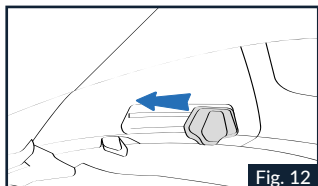

Fig. 12
1.1 Para activar el VPS, accione el cursor tal como se muestra en la Fig. 12 hasta oír el clic que confirma la posición deseada del VPS.
3.1. Abra la mentonera del casco y baje el VPS completamente (consulte las instrucciones anteriormente descritas). (Fig. 12).
4.1 Abra la mentonera del casco y accione el cursor lateral hasta el final de carrera (consulte las instrucciones anteriormente descritas) (Fig. 12).